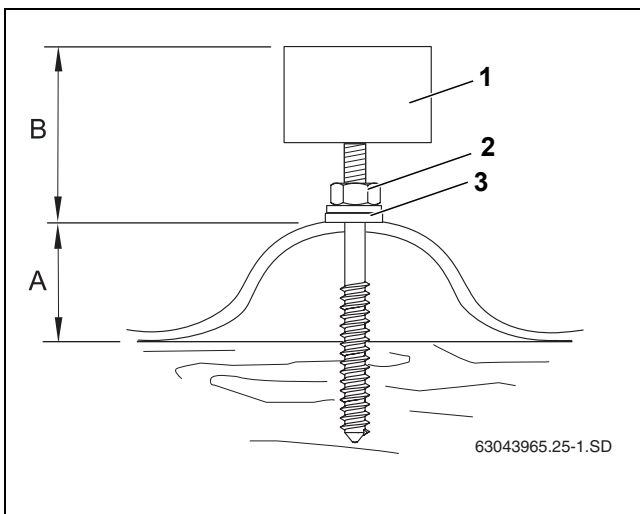

Bild 23 Reihenfolge Stockschrauben-Montage
Beim Eindrehen der Stockschrauben darauf achten, dass der Abstand B (Tab. 7 und Bild 23) bei allen Stockschrauben gleich ist.
► Die Mutter (Bild 23, [2]) so weit festdrehen, bis die Dichtscheibe (Bild 23, [3]) vollständig auf dem Dach aufliegt.